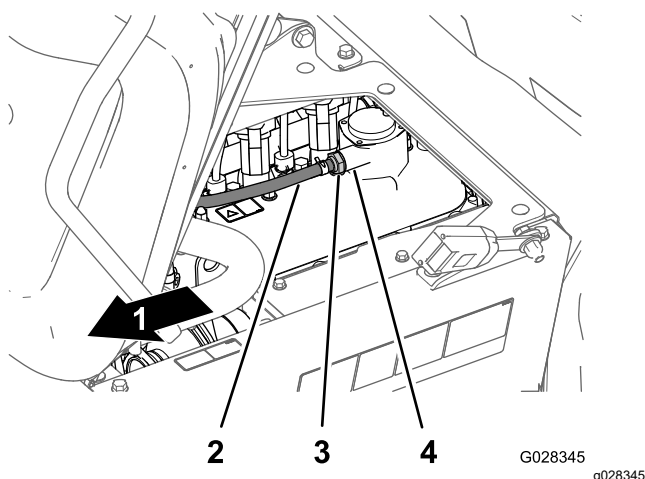

Figura 78
2. Retire la válvula del sistema PCV del acoplamiento de la tapa de válvulas (Figura 78).
Nota: Si suena el limitador interno de la válvula, la válvula del sistema PCV está bien; si el limitador interno no está libre y no suena al sacudirse, sustituya la válvula (Figura 78).
4. Introduzca la válvula del sistema PCV hasta que quede correctamente asentada en la junta del acoplamiento de la tapa de válvulas (Figura 78).